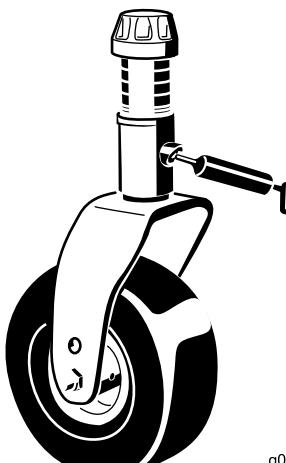

Figura 20
- Casquilhos do eixo da forquilha da roda giratória (4) (Figura 20).